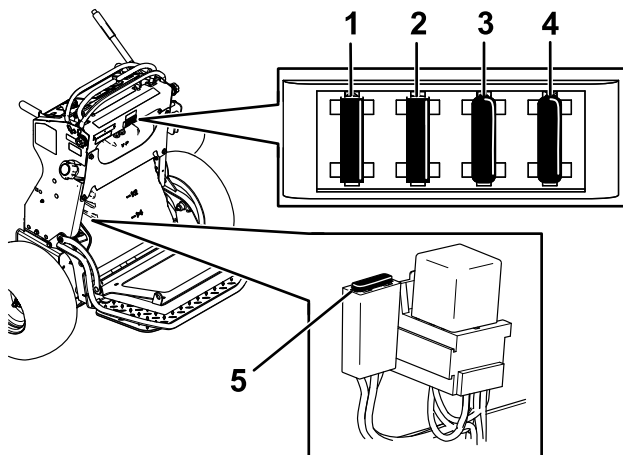

Bild 56
5. Ziehen Sie die Sicherung heraus und setzen Sie sie wieder ein (Bild 56).